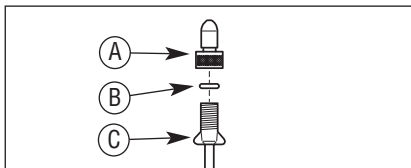

Figura 4. Instale la boquilla
1. Instale la boquilla ajustable en el extremo de la extensión y ajústela firmemente. Vea la figura 4.